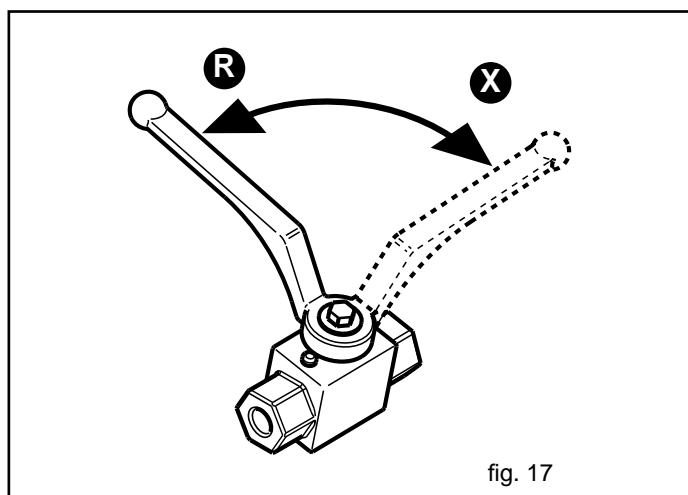

fig. 17
- 5) Fermer le circuit de l'installation oléohydraulique en tournant la poignée du robinet sur la position indiquée (R, Fig. 17).
- 8) Ouvrir le circuit de l'installation oléohydraulique en tournant la poignée du robinet sur la position indiquée (X, Fig. 17).